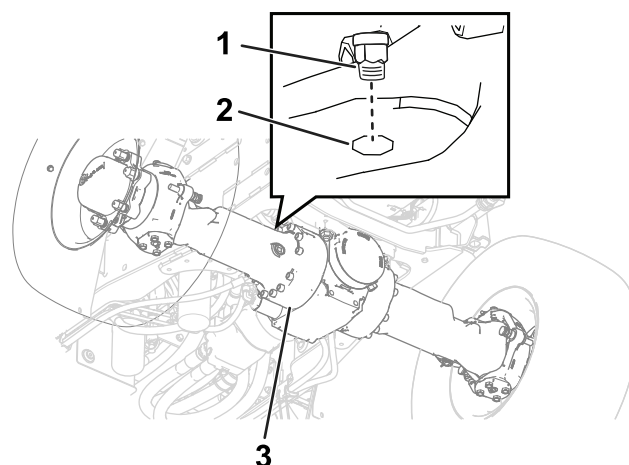
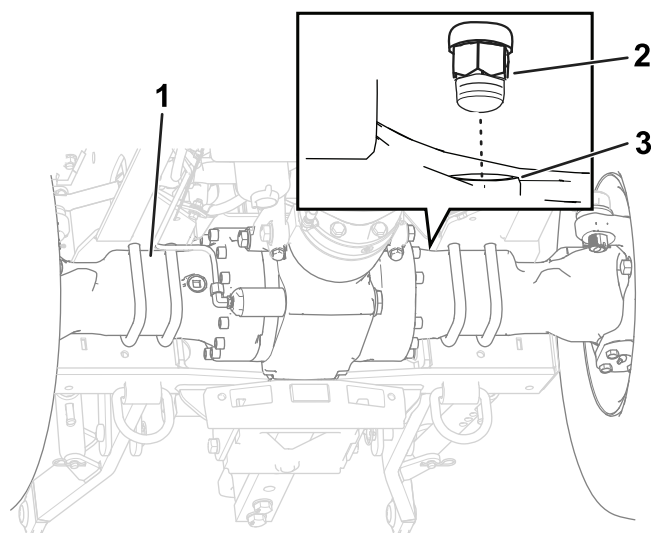

Figura 101
Figura 102
1. Limpe a área ao redor dos respiros com um solvente de limpeza (Figura 101 e Figura 102).
2. Retire os respiros do eixo frontal e eixos traseiros (Figura 101 e Figura 102).
5. Instale os respiros no eixo frontal e eixos traseiros (Figura 101 e Figura 102).